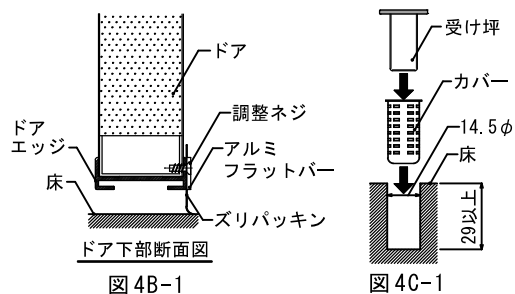

図4B-1
- 4B-1 ドア下部のエッジとの間にズリパッキンを挟んでいるアルミフラットバーの調整ネジを緩めて、ズリパッキンの高さ位置を調整してください。(図4B-1参照)